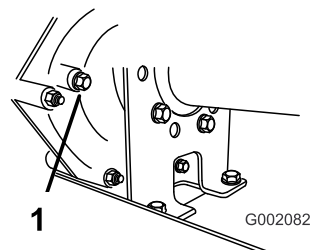

Figura 59
- Retire o parafuso do orifício indicador do nível (Figura 59).